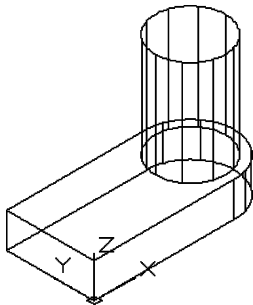

图 13-41 并集后的实体
(2) 单击“可视化”选项卡“视图”面板中“西南等轴测”按钮,将当前视图方向设置为西南等轴测视图。
(3) 单击“三维工具”选项卡“建模”面板中的“长方体”按钮,指定角点(0,0,0),长、宽、高分别为 80、50、20 绘制长方体。
(4) 单击“三维工具”选项卡“建模”面板中的“圆柱体”按钮,绘制底面中心点在长方体底面右边中点,半径为 25,指定高度为 20 的圆柱体。用同样的方法指定底面中心点的坐标为(80,25,0),底面半径为 20,圆柱体高度为 80,绘制圆柱体。
(5) 单击“三维工具”选项卡“实体建模”面板中的“并集”按钮,选取长方体与两个圆柱体进行并集运算,结果如图 13-41 所示。
(6) 设置用户坐标系。在命令行中输入“UCS”命令,新建坐标系,命令行提示如下: